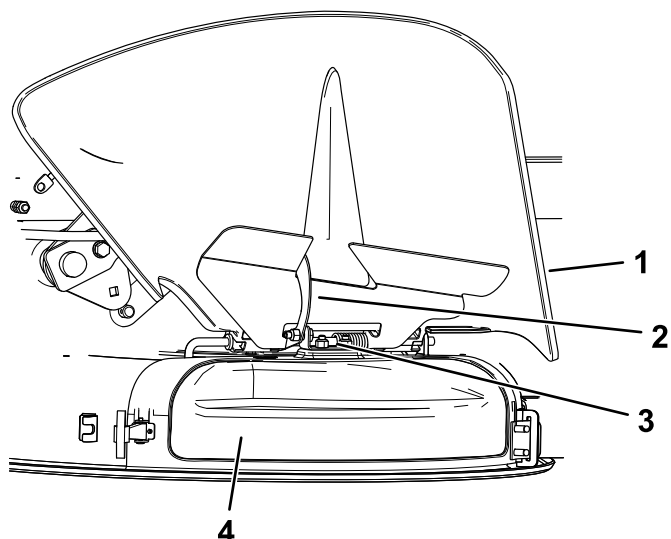

Figura 16
4. Solte o trinco em forma de gancho na parte superior da cobertura de descarga da haste de articulação (**Figura 16**).
5. Na parte superior da cobertura de descarga, engate o trinco em forma de gancho em torno da haste de articulação do conjunto do defletor (Figura 16).